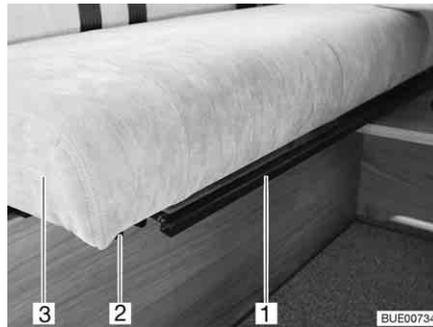

Fig. 18 Ajuste del respaldo del banco
- Tirar o presionar el estribo (Fig. 18,1) debajo de la superficie del asiento (Fig. 18,3) hacia arriba y mantenerlo en esta posición.
- Desplazar la superficie del asiento con precaución sobre los rieles (Fig. 18,2) hacia adelante hasta alcanzar la posición deseada o el tope.